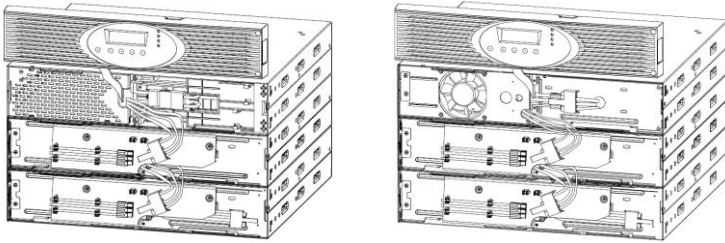

Abbildung 19: Typische Installation mehrerer Batteriepakete
4. Stecken Sie das Kabel des Batteriepaketes in den Batterieanschluss der USV-Anlage (siehe Abbildung 19). Bis zu vier Batteriepakete können an die USV-Anlage angeschlossen werden.